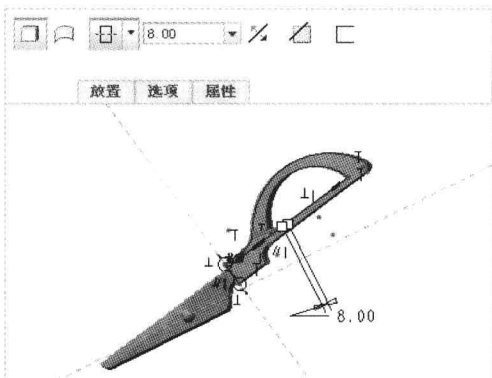

图 15-67 设置参数 2
Step 18 返回“拉伸”选项卡，设置拉伸类型为“对称拉伸”，在“输入侧 1 的深度值”数值框中输入 8，如图 15-67 所示。